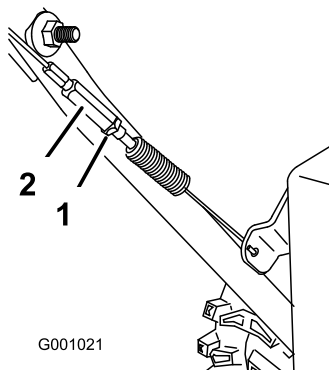

Figura 45
3. Serrate il controdamo (Figura 45).